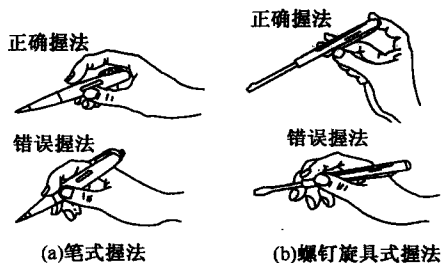

图 1-2 验电笔及其握法
① 验电笔使用时正确的握笔方法如图 1-2 所示，手指触及其尾部金属体，氖管背光朝向使用者，便于验电时观察氖管辉光情况。当被测带电体与大地之间的电位差超过 60V 时，用验电笔测试带电体，氖管就会发光。验电笔测试范围为 60 ~ 500V。
② 验电笔主要用途如下：